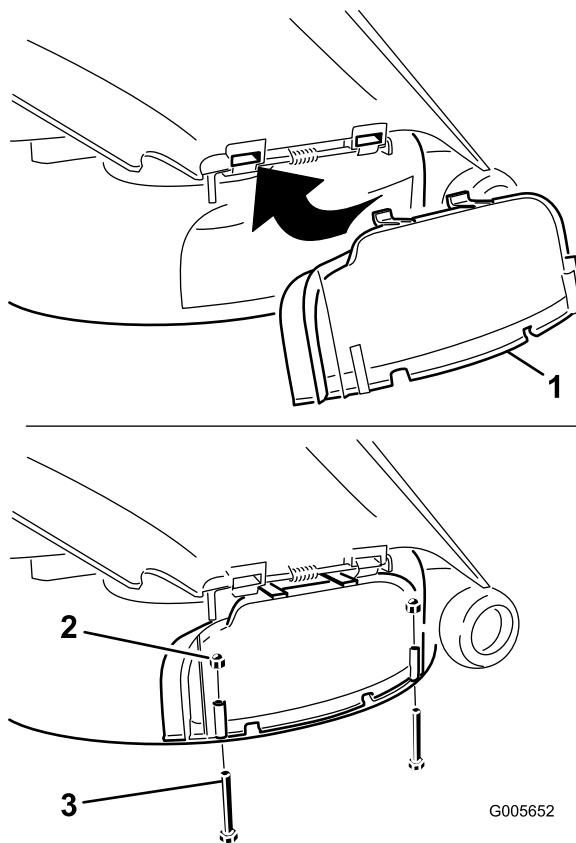

Figura 27
4. Sollevate il deflettore d'erba e fate scorrere le linguette sopra il coperchio dello scarico sotto l'asta di ritenuta del deflettore d'erba. Ruotate il coperchio dello scarico verso il basso sull'apertura e sul bordo inferiore del tosaerba (Figura 27).
- Fissate il coperchio dello scarico sul bordo inferiore del tosaerba con due bulloni (1/4 x 2-1/2 poll.) e due dadi ciechi (1/4 poll.) come illustrato in Figura 27.